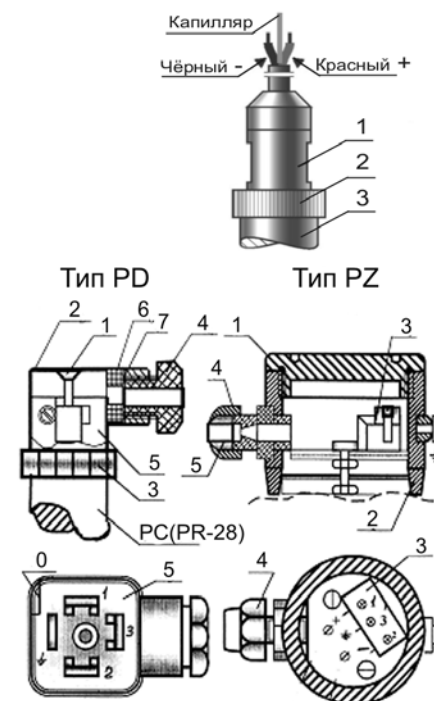

Рисунок 5 - Виды электрических присоединений (PD,PZ, РК)
8.10 Для электрического присоединения с разъёмом типа PD (штепсельный разъём) (см. рисунок 5) необходимо:
8.11 Для электрического присоединения с разъёмом типа PZ (см. рисунок 5) необходимо: